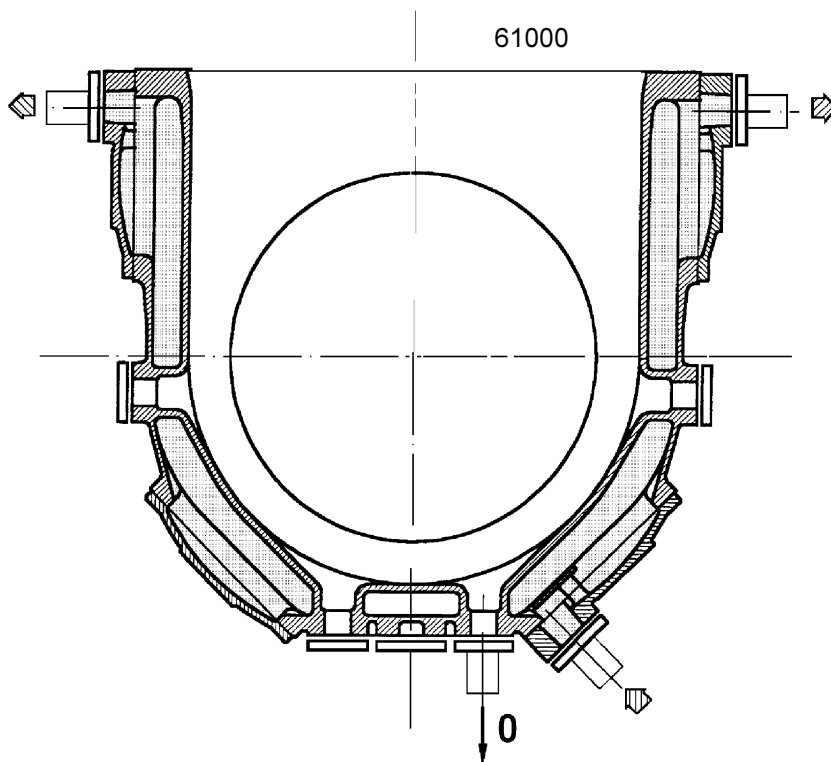

Fig. 2-3
- Entwässerung "O" (s. Fig. 2-3) öffnen und kontrollieren, ob sich Regen- oder Kondenswasser im Gasaustrittsgehäuse angesammelt hat.
- Open the draining point "O" (see fig. 2-3) and check whether rainwater or condensation has gathered in the gas outlet casing.